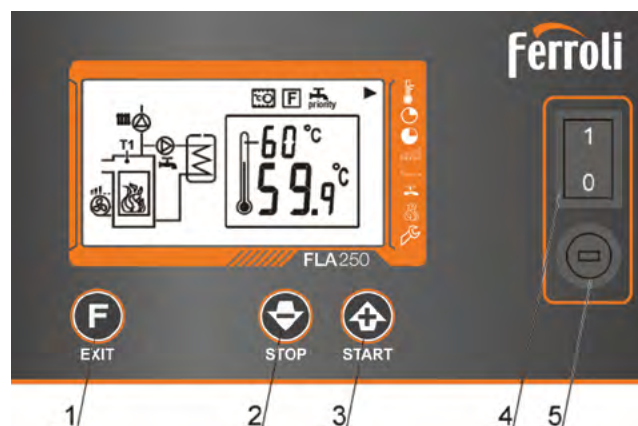

Fig 1. Tastatura
Atenție: Metodele descrise mai jos vor regla în mod corespunzător procesul de combustie, atât timp cât cazanul este utilizat în conformitate cu recomandările producătorului. Regulatorul se pornește prin apăsarea comutatorului principal (4) Fig. 1. În primul rând apare o fereastră de informații cu versiunea de software, apoi regulatorul afișează fereastra principală.